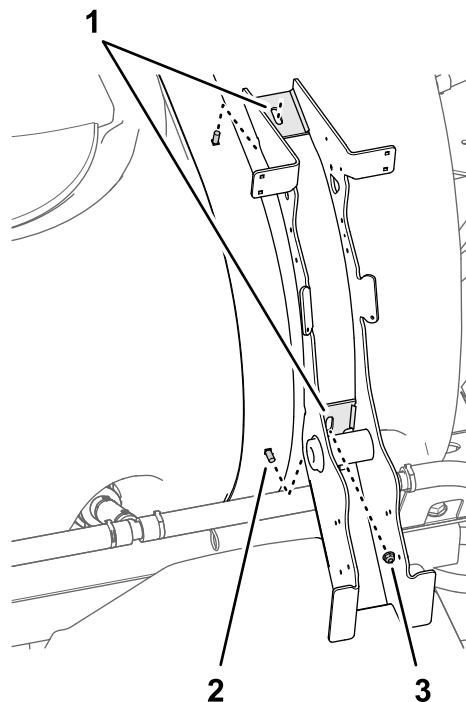

Рисунок 13
2. Совместите пазы в креплении эдуктора с двумя нижними каретными болтами в заднем хомуте бака, как показано на Рисунок 13.
3. Установите, не затягивая, фланцевую контргайку (5/16 дюйма) на нижний каретный болт (Рисунок 13).